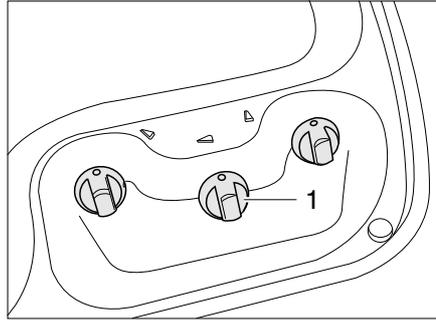
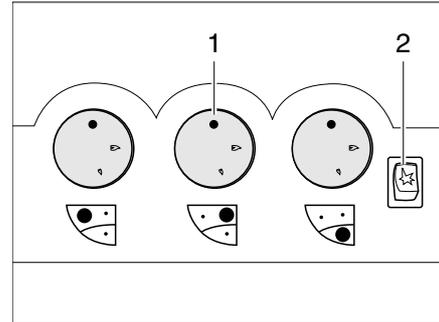

Bild 202 Bedienelemente für Gaskocher (Variante 1)
Bild 203 Bedienelemente für Gaskocher (Variante 2)
- Drehregler (Bild 202,1 oder Bild 203,1) der gewünschten Brennstelle auf Zündposition (große Flamme) drehen.
- Wenn eine Zündtaste (Bild 203,2) vorhanden ist: Funke durch Drücken der Zündtaste erzeugen.